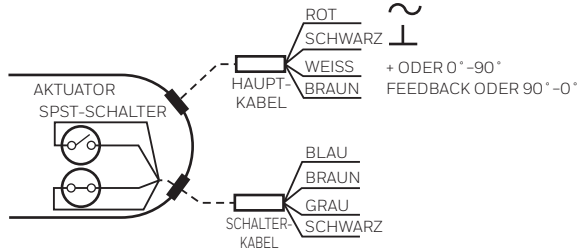

Abb. 11. Details der Kabelinstallation.
Einige Module enthalten Hilfsschalter. Details zur Verkabelung finden Sie in Abb. 11.
- Schließen Sie den Aktuator an die Stromversorgung und die gemeinsame Leitung an. (Siehe Abb. 11 und Tabelle 3.)
- Wenden Sie das Steuerungssignal für die vollständig geöffnete oder vollständig geschlossene Position aus. (Siehe Abb. 11 und Tabelle 3.)
- (O)2-10 VDC: Wenden Sie ein 10-VDC-Signal auf die Steuerungsleitung an (WEISS).
- 10-(O)2 VDC: Wenden Sie ein (O)2-VDC-Signal auf die Steuerungsleitung an (WEISS).
- (O)4-20 mA: Wenden Sie ein 20-mA-Signal auf die Steuerungsleitung an (WEISS).
- 20-(O)4 mA: Wenden Sie ein (O)4-mA-Signal auf die Steuerungsleitung an (WEISS).
- Wenden Sie das Steuerungssignal für die Position 0 % des Aktuators an. (Siehe Abb. 11 und Tabelle 3.)
- (O)2-10 VDC: Wenden Sie ein (O)2-VDC-Signal auf die Steuerungsleitung an (WEISS).
- (O)4-20 mA: Wenden Sie ein (O)4-mA-Signal auf die Steuerungsleitung an (WEISS).